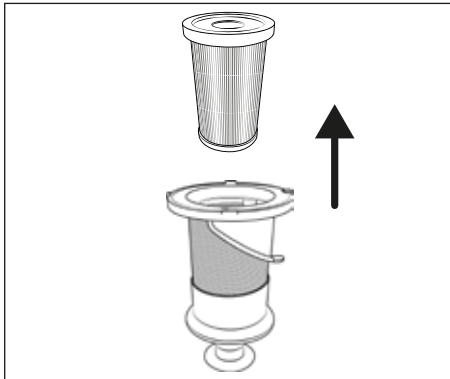

Fig. 18
- 3) Retirez le filtre HEPA ⑤ du filtre en acier inoxydable ⑥, en saisissant l'ouverture du filtre HEPA ⑤ et en le sortant du filtre en acier inoxydable ⑥ (voir figure 18).